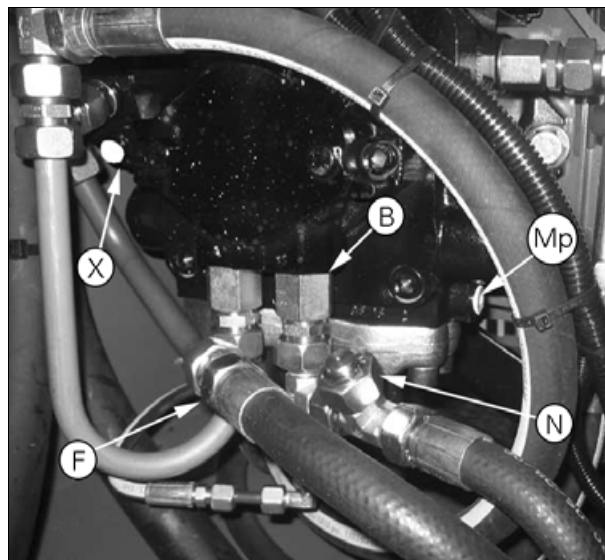

Рис. 4.
Подсоедините манометр с диапазоном измерения 0-50 bar к измерительному соединению (B) (рис. 4) - Используйте ниппель M26 x 1,5.